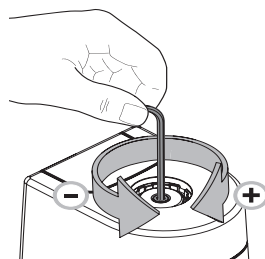

Fig. 7.2
- / **Augmentation de la pression:** tourner dans le sens horaire (Fig. 7.2) = augmenter la pression (+) tout en surveillant constamment le manomètre
- / **Réduction de la pression:** tourner dans le sens antihoraire (Fig. 7.2) = réduire la pression (-)
Conformément au chapitre 7 Réglage de la pression initiale, réduire la pression au minimum (-). Conformément à la Fig. 7.2, tourner la clé hexagonale dans le sens inverse des aiguilles d'une **montre jusqu'à la butée**.